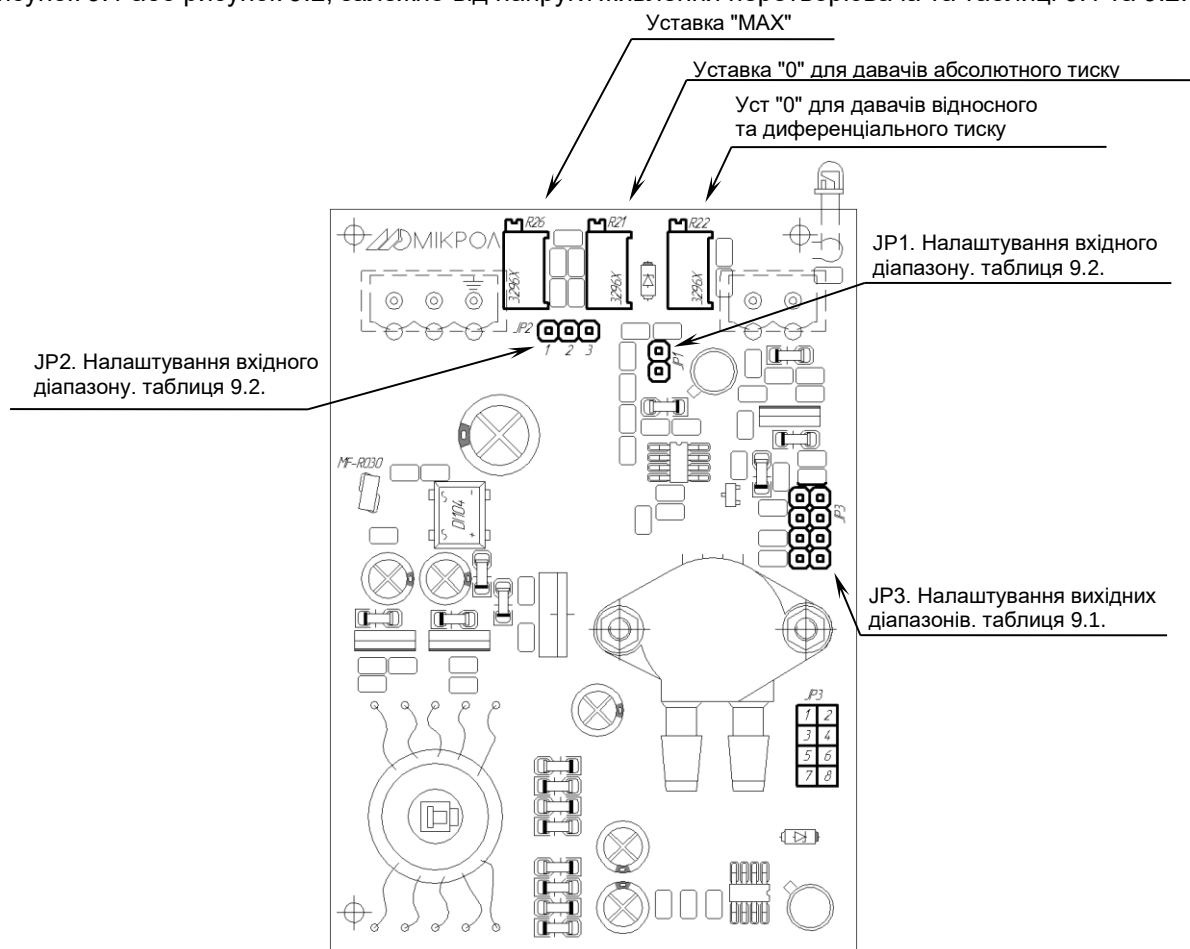
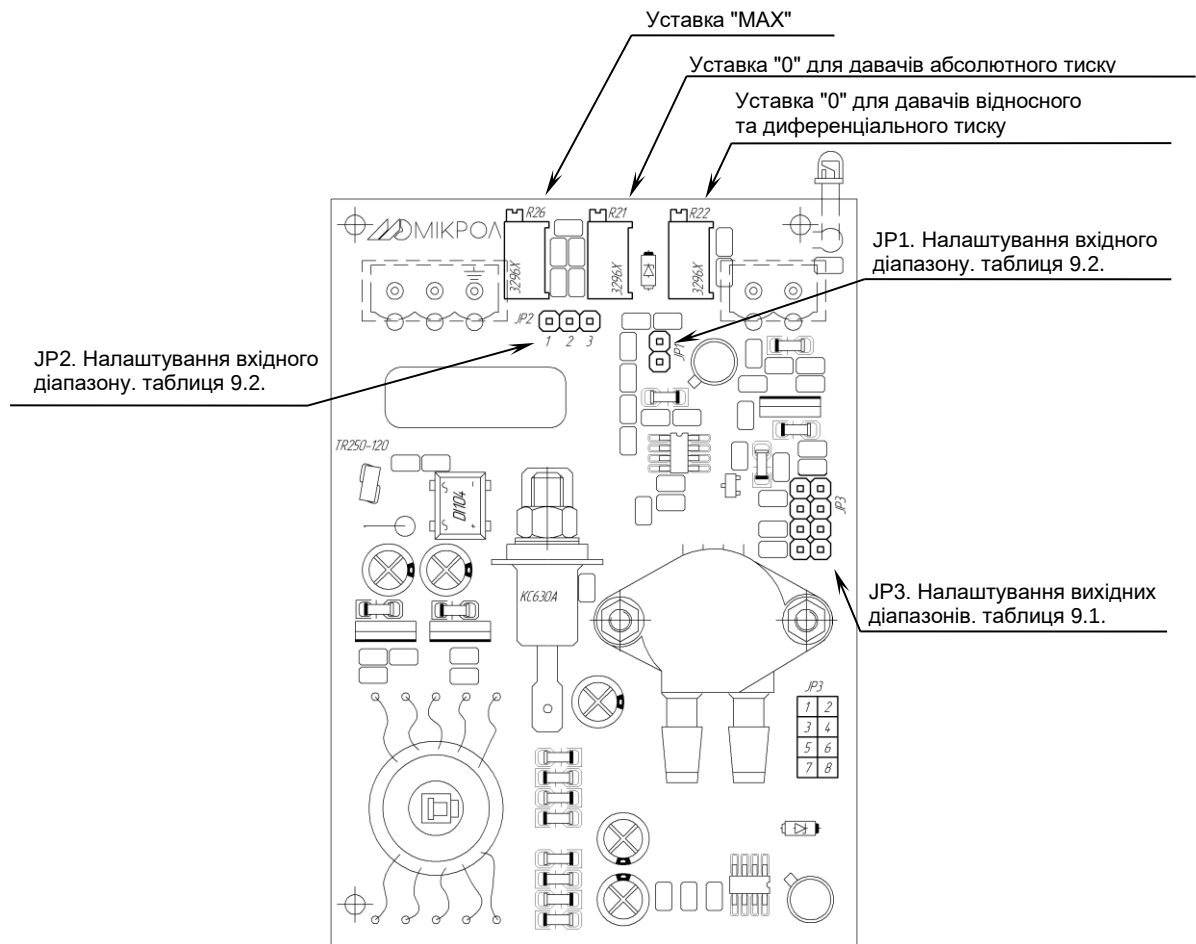

Рисунок 9.1 - Схема розташування органів регулювання та елементів налаштування ПЕП-11 з живленням 24 В
Рисунок 9.2 - Схема розташування органів регулювання та елементів налаштування ПЕП-11 з живленням 220 В.
9.4 Для переналагодження перетворювача на інші вхідні/вихідні сигнали використовуйте рисунок 9.1 або рисунок 9.2, залежно від напруги живлення перетворювача та таблиці 9.1 та 9.2.